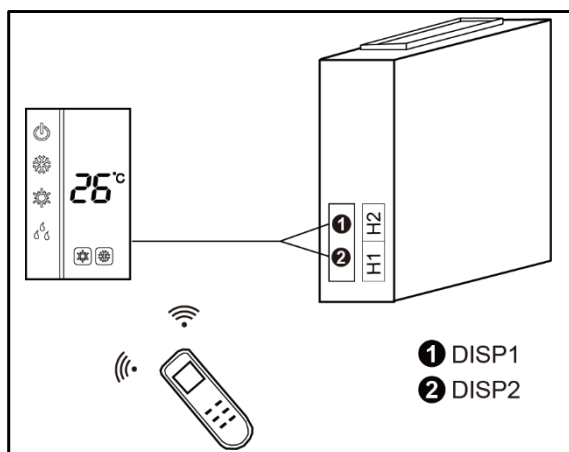

Fig. 5.4.2
- 2) A Fig. 5.4.2 mostra a instalação do comando à distância.